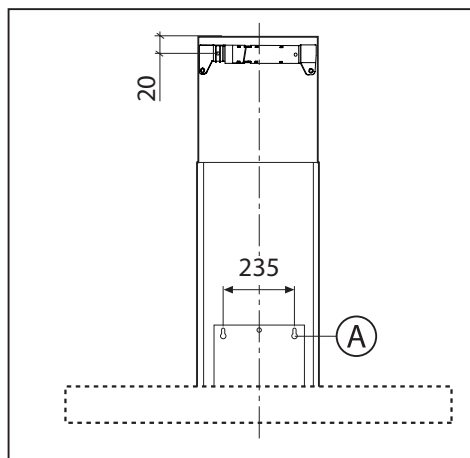
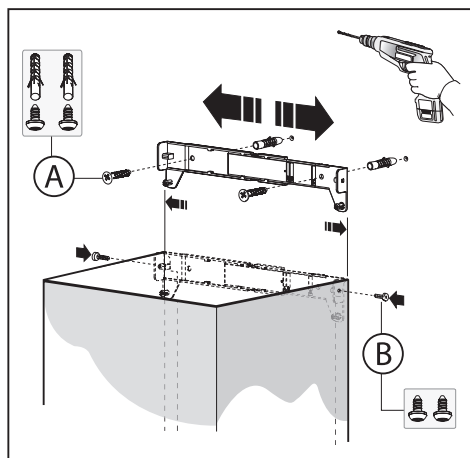
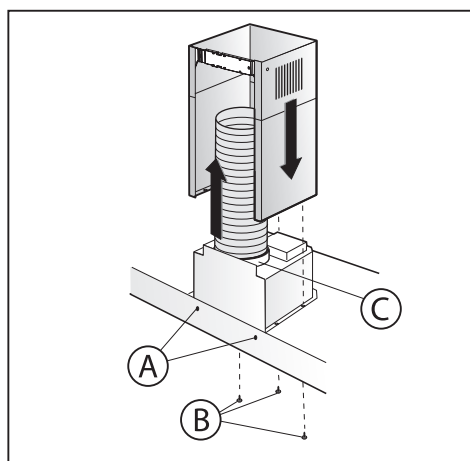

Fig.2
Fig.3
Fig.5
- Eseguire i fori **A** rispettando le quote indicate (Fig.2).
- A regolazione avvenuta fissare la cappa definitivamente tramite le 2 viti **A** (Fig.5).
- Regolare la larghezza della staffa di supporto del camino decorativo superiore (Fig.3).
- Successivamente fissarla al muro in modo che sia in asse con la vostra cappa tramite le viti **A** (Fig.3) e rispettando la distanza dal soffitto indicata in Fig.2.
- Collegare, mediante un tubo di raccordo, la flangia **C** al foro evacuazione aria (Fig.5).
- Fissare il camino decorativo inferiore alla cappa utilizzando le viti **B** in dotazione (Fig.5), sfilare il camino decorativo superiore fino alla staffa e fissarlo tramite le viti **B** (Fig.3).